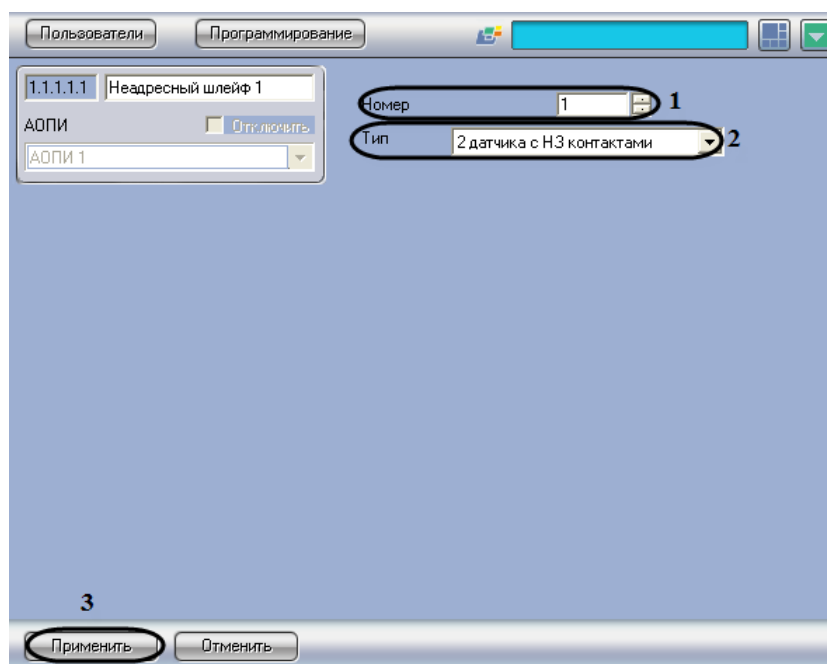

Рис. 3.6—2 Панель настроек объекта Неадресный шлейф
2. В поле **Номер** необходимо с помощью кнопок **вверх-вниз** ввести порядковый номер в списке устройств (см. Рис. 3.6—2, 1).
3. Из раскрывающегося списка **Тип** необходимо выбрать схему подключения устройств (см. Таб. 3.6—1, Рис. 3.6—2, 2).